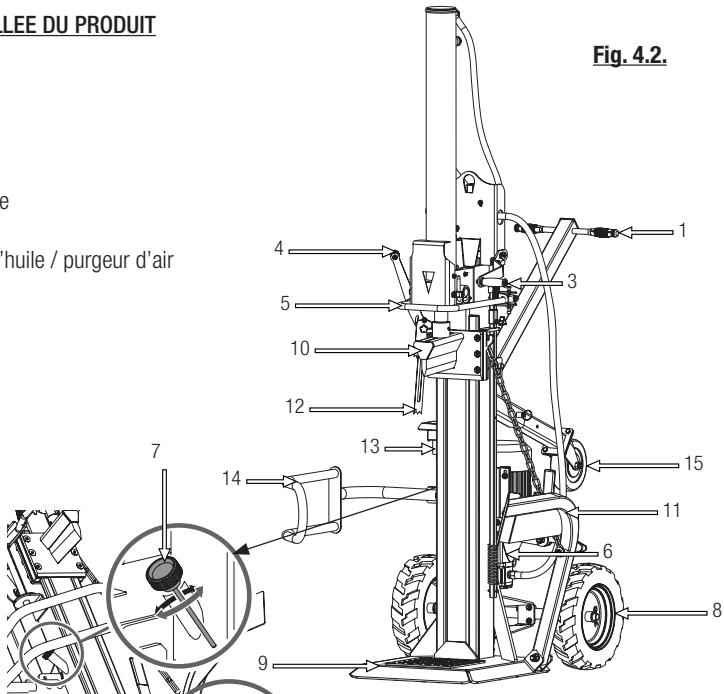

Fig. 4.2.
- Abaissez le couteau (Fig 4.2.-3) et les leviers de pression (Fig 4.2.-4) pour éléver le vérin hydraulique au maximum (1).
- Insérez les goupilles en L (2) pour fixer le cylindre hydraulique. Verrouillez les broches en L dans les onglets activés pour cela (3 et 4)
- Relâchez les deux leviers (Fig 4.2.-3) et (Fig 4.2.-4), actionnez le levier de marche arrière (Fig 4.2.-5) pour lever la lame. Retirez le support de transport de la lame.
3. Placez la bûche sur la table de travail et tenez-la à l'aide de la griffe (Fig 4.2.-12). Pour ce faire, abaissez le levier de pression (Fig 4.2.-4) jusqu'à ce que la griffe touche le coffre. Le grappin peut être ajusté comme indiqué sur la figure pour s'adapter à différentes hauteurs de grume.
4. Tout en maintenant le levier de pression (Fig 4.2.-4) tenant la bûche, abaissez le levier de coupe (Fig 4.2.-3) jusqu'à ce qu'il touche la bûche. Commencez à couper la bûche en appuyant à mi-course sur le levier de coupe (vitesse lente et force plus grande) et lorsque la bûche est ouverte, vous pouvez passer à la vitesse rapide en poussant le levier à fond pour terminer la division de la bûche plus rapidement.
Remarque: Cette déchiqueteuse est équipée du système de contrôle «ZHB» qui nécessite l'utilisation des deux mains. La main gauche contrôle le levier de pression (Fig 4.2.-4) tandis que la main droite contrôle le levier de coupe (Fig 4.2.-3).